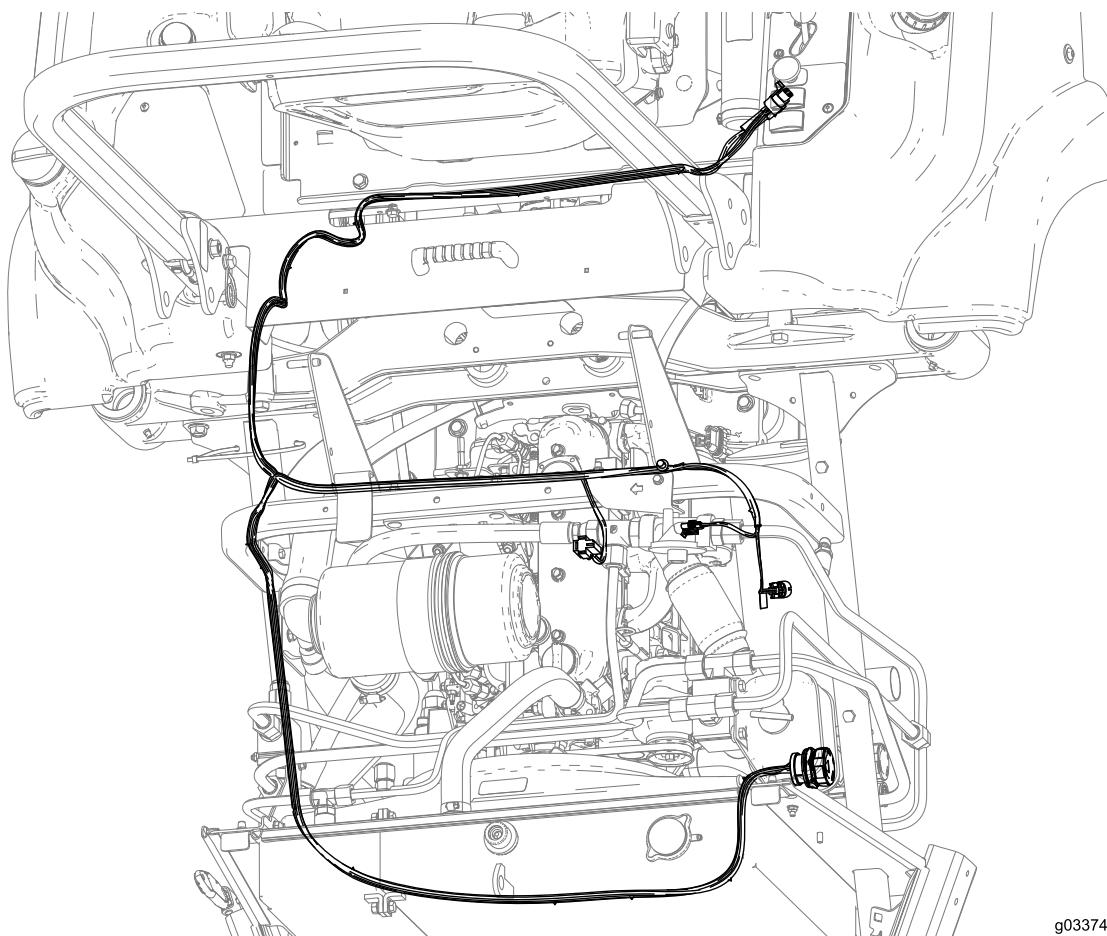

Figura 32
1. Encaminhe a cablagem conforme se mostra na Figura 32.